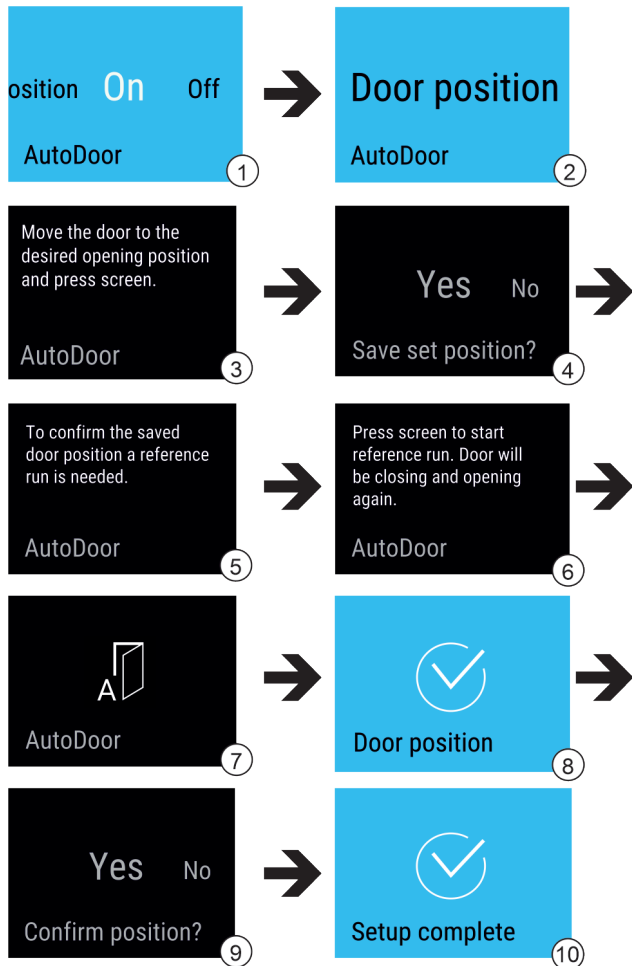

Fig. 18
- ▶ Изберете функцията AutoDoor. Fig. 18 (1)
- ▶ На дисплея плъзгайте индикацията, докато се появи Door position. Fig. 18 (2)
- ▶ Конфигуриране на ъгъла на отваряне на вратата: Отворете вратата на поне 70°. Fig. 18 (3)
- ▶ Потвърждаване на ъгъла на отваряне на вратата: Докоснете съобщението на дисплея. Fig. 18 (4)
- ▶ Стартиране на референтно движение: Докоснете дисплея. Fig. 18 (6)
- ▷ Дисплеят мига. Fig. 18 (7)
- ▷ Референтното движение е успешно: Дисплеят става син за 2 секунди. Fig. 18 (8)
- ▶ Потвърдете на ъгъла на отваряне на вратата. Fig. 18 (9)
- ▷ Дисплеят става син. Fig. 18 (10)